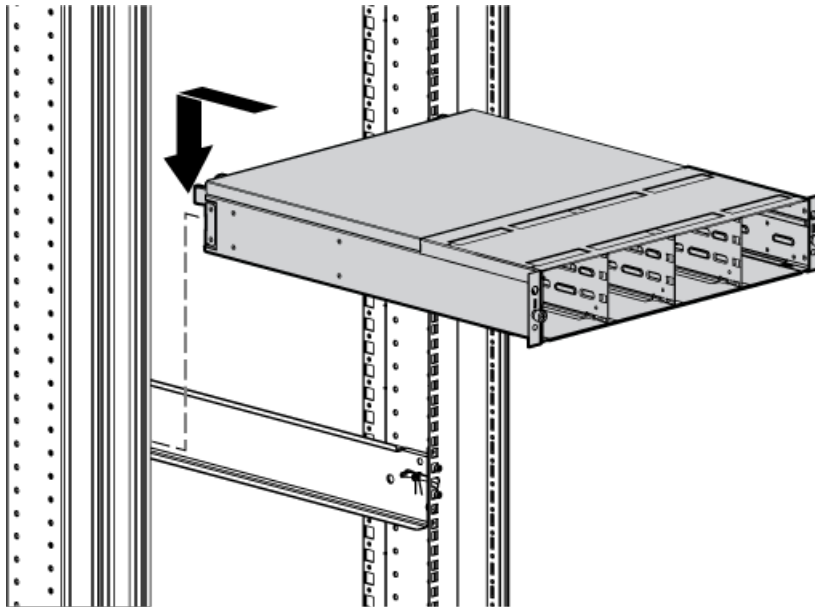

Abbildung 9 Einbau eines Enclosures (Ansicht von der Vorderseite des Racks)
2. Richten Sie das Enclosure an den Schienen aus, und schieben Sie es in das Rack (Abbildung 9).